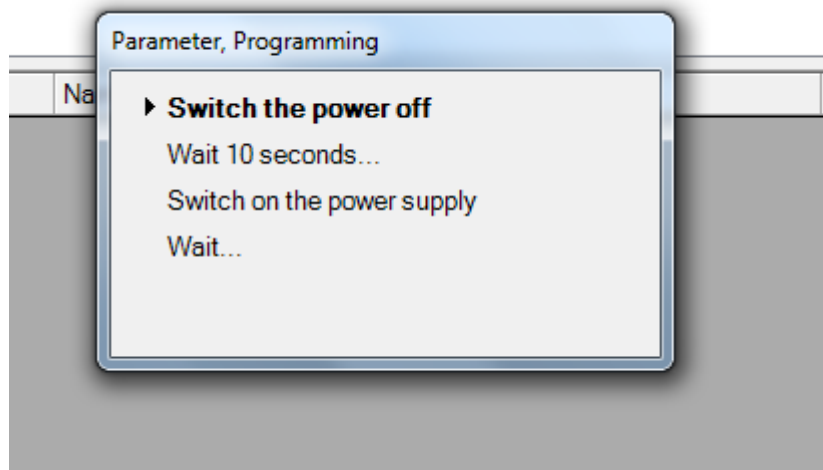

FIGURE 37
9. Exécutez la commande suivante affichée à l'écran (FIGURE 37), soit de mettre le commutateur d'allumage à OFF, d'attendre 10 secondes puis de remettre à ON.